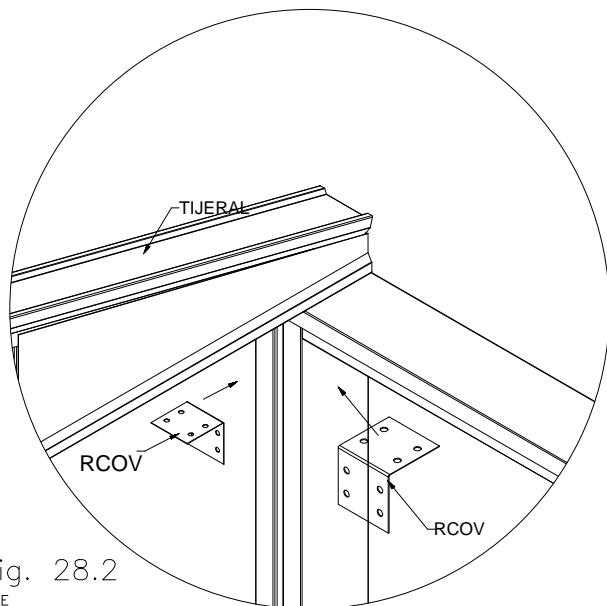
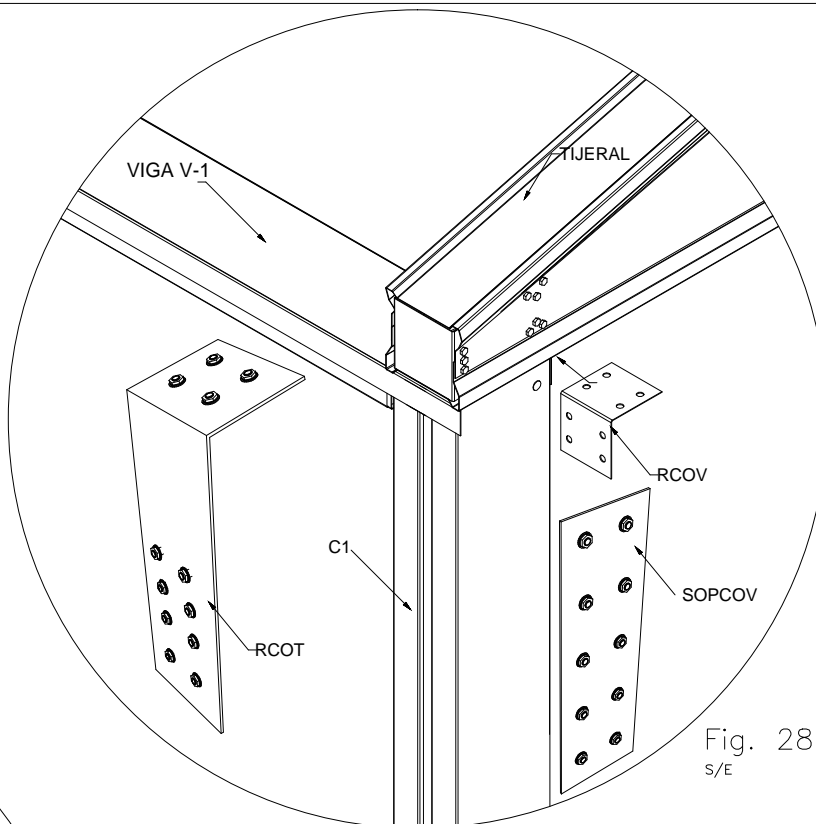
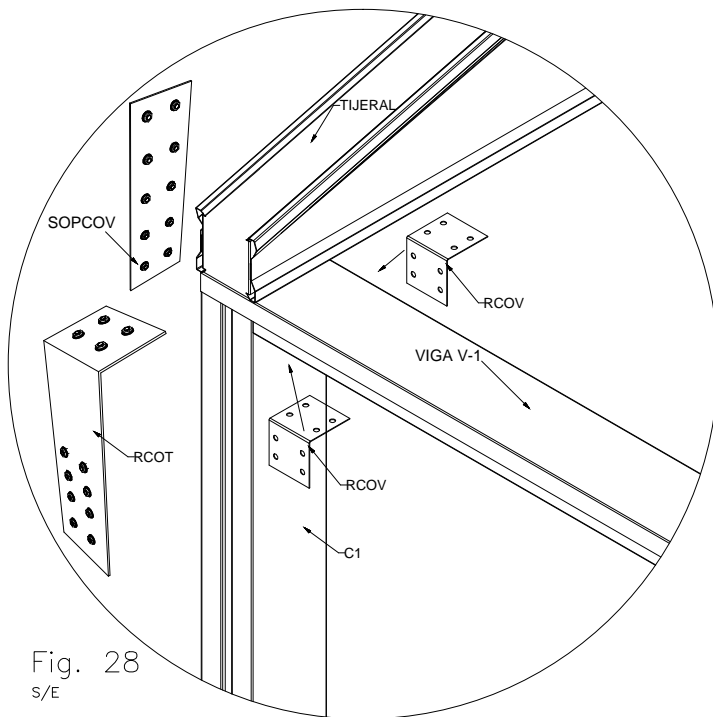

Fig. 28.2
Fig. 28.1
Fig. 28
- 1.- PARA INSTALAR LOS TIJERALES 1 Y 4, VER FIGURAS Y ESPECIFICACIONES EN LOS DETALLES DE LAS FIG.28, FIG.28.1 Y FIG.28.2 DE LA LÁMINA M-26.
- 1.- PARA INSTALAR LOS TIJERALES 1 Y 4, VER FIGURAS Y ESPECIFICACIONES EN LOS DETALLES DE LAS FIG.28, FIG.28.1 Y FIG.28.2 DE LA LÁMINA M-28.
1.- DETALLE FIG. 28
DETALLE FIG. 28.1
DETALLE FIG. 28.2